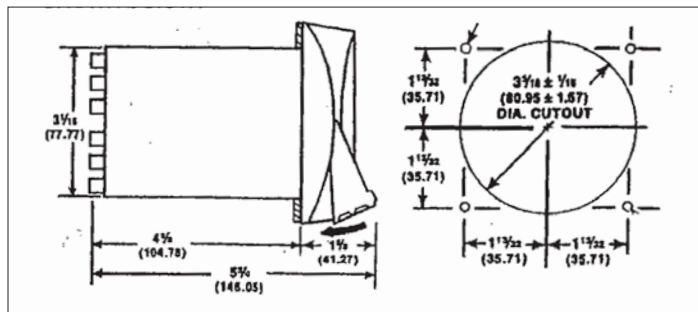

Figure 1
1. Le modèle OKT est conçu pour un montage sur panneau. Les dimensions de montage et la découpeure du panneau sont illustrées ci-après, Figure 1.